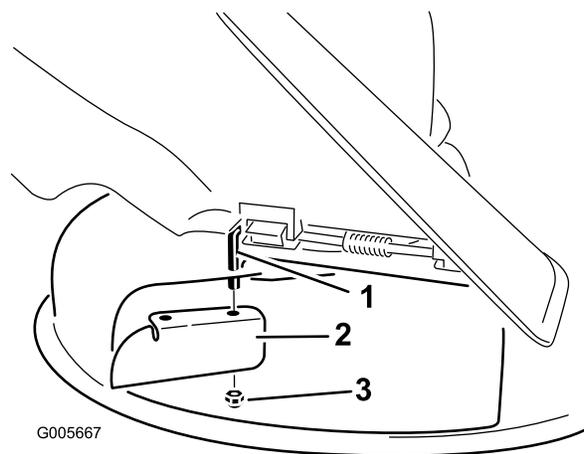

Figure 27
7. Montez le déflecteur d'ouverture sur la tige de pivot exposée (Figure 27).
3. Enlevez le déflecteur d'ouverture du plateau de coupe (Figure 27).